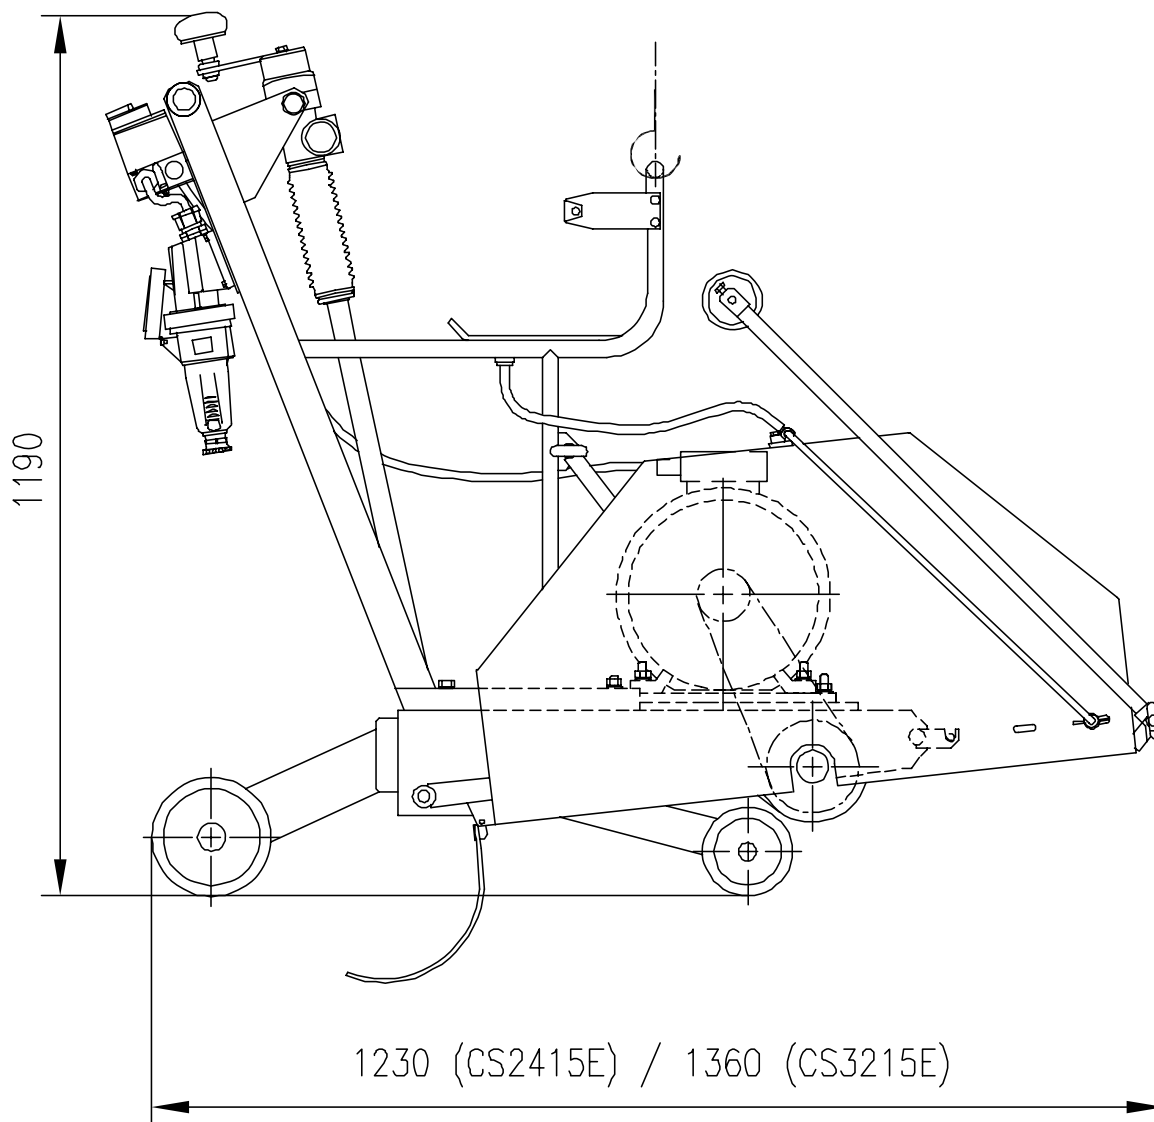

Рис. 6
- При погрузке и выгрузке строповку резчика швов производить согласно схеме строповки рис. 6.